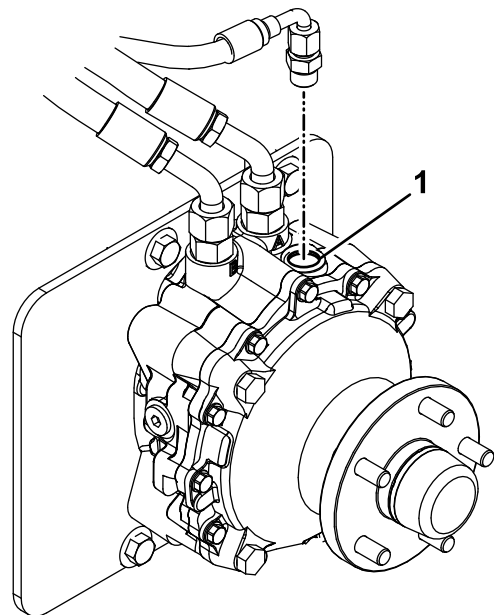

Figura 70
9. Retire el tapón del orificio de llenado situado en la parte superior de cada motor de rueda (Figura 70).